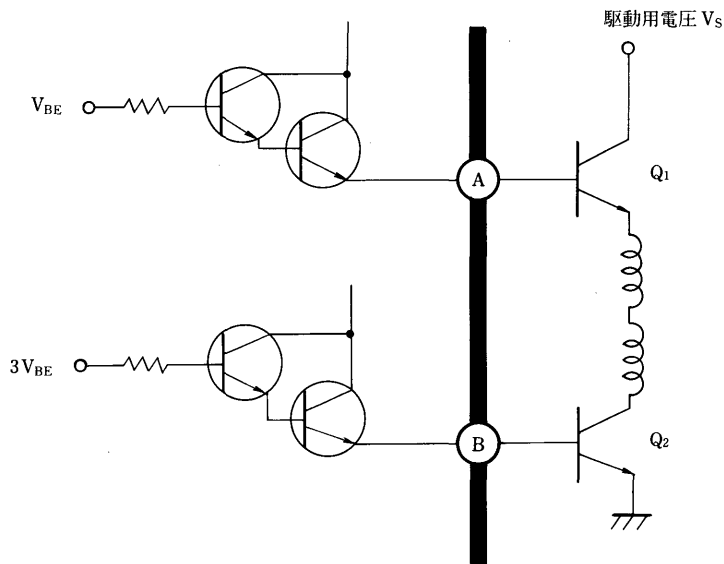
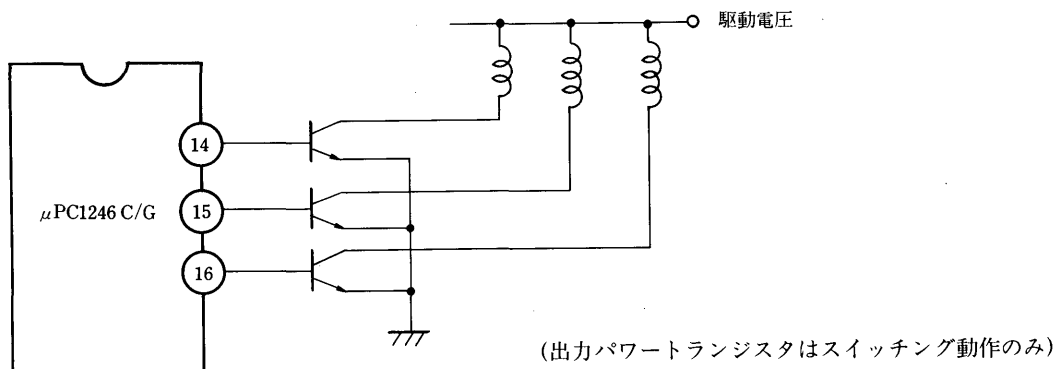

図 3
図 4 下側トランジスタのみ使用した時の一般的駆動回路
V_{REF} を GND に落した場合、それぞれのプリドライバのベース電圧は図 1 の $V_{REF} = 0$ とおいて、図 3 のようになります。
となり、(1)式より Q_1 は OFF になります。よって、この場合の駆動方法は図 3 の ② に相当する出力端子 14, 15, 16PIN のみを用いる方法として図 4 の回路が考えられます。